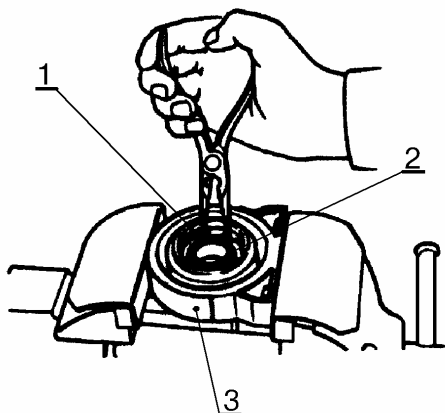

Рис.15. Снятие стопорного кольца подшипника опоры:
- извлечь отражатели 11, рис.1, установить опору в тиски и снять стопорное кольцо 1, рис.15 (тиски слесарные с алюминиевыми накладками, верстак типа Н.9938-0002, круглогубцы с удлиненными губками);